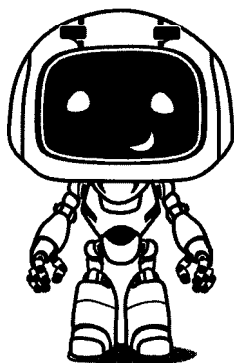

**Рис. 14.6.** Лабораторный блок питания с доработанной схемой
*Тот, кто хочет проверить все выше сказанное, может использовать оригинальную статью и моделирование в Multisim 10. Для последующих версий следует добавить резистор 1 кОм последовательно с C1. А я могу добавить к этой информации только одно — мои знакомые длительное время пользуются лабораторным блоком питания, собранным по доработанной схеме (рис. 14.6).*